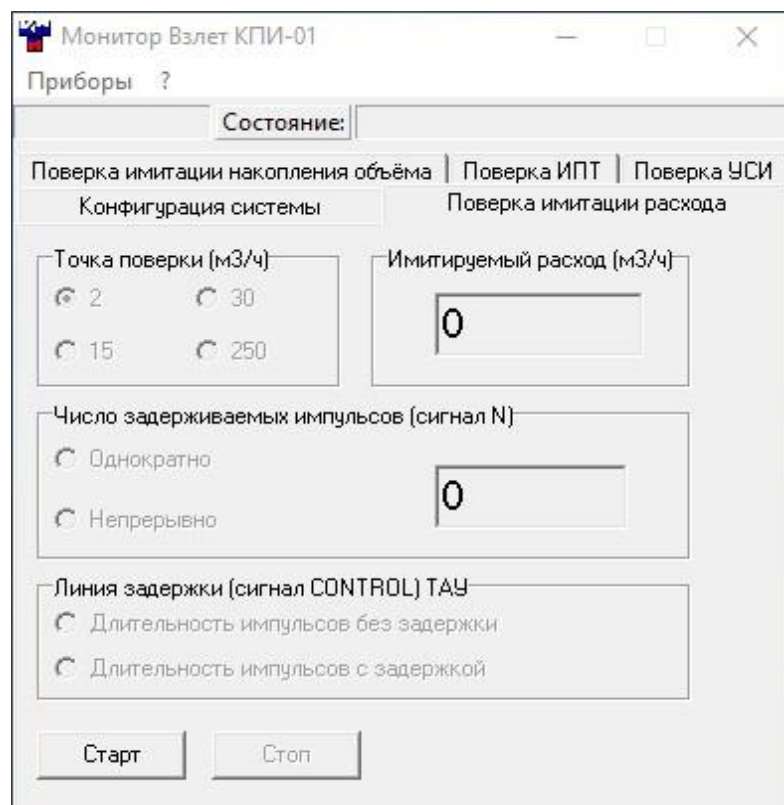

Рис.16 Вид вкладки «Поверка имитации расхода».
- 4.7.4.1.2. Для определения относительной погрешности воспроизведения расхода выбирается вкладка **Поверка имитации расхода** (рис.16). Последовательно задается три значения расхода: 15 м³/ч, 30 м³/ч и 250 м³/ч (значение расхода выбирается с допуском $\pm 10\%$).